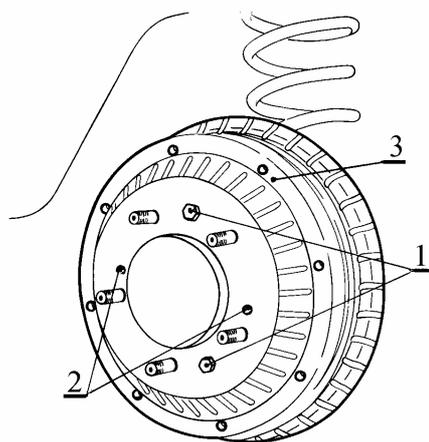

Рис.4 Тормозной барабан:
4.6.1 Для полноприводного автомобиля. Отвернуть болты 1, рис.4, крепления барабана 3 и завернуть их в технологические резьбовые отверстия 2 до отделения барабана от полуоси. При невозможности снятия барабана с помощью болтов крепления использовать для снятия съемник (ключ кольцевой 12, съемник 67.7823-9519).